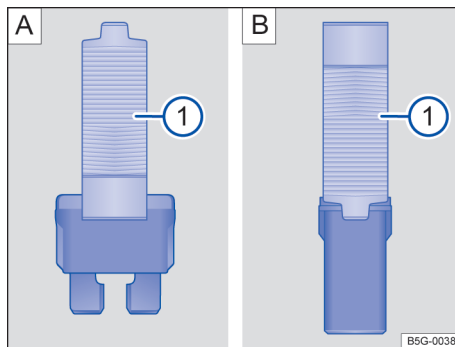

图 125 用塑料钳拆下或插入保险丝：A 扁平片式保险丝、B 方块式保险丝
- 使用保险丝工具夹¹⁾或类似工具 → 图 125 ①。
- 根据保险丝型号，将塑料夹钳的夹嘴调至适合 → 图 125 A ① 或 → 图 125 B ①，然后从侧面夹住保险丝。
- 熔断的保险丝必须用额定电流（颜色和标记）及尺寸与原保险丝均**相同**的新保险丝更换 → ①。